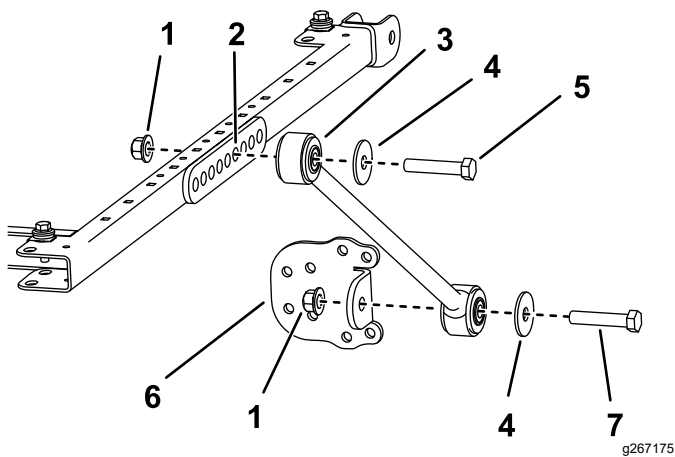

Figura 27
11. Em cada lado da estrutura do toldo, monte sem apertar completamente uma cinta no sexto furo da montagem do suporte usando um parafuso ($\frac{1}{2}$ x $2\frac{3}{4}$ pol.), anilha ($\frac{1}{2}$ pol.) e porca flangeada ($\frac{1}{2}$ pol.), como se mostra na Figura 27.
12. Instale sem apertar completamente um suporte de cinta em cada cinta usando um parafuso (½ pol. x 2½ pol.), anilha (½ pol.) e uma porca flangeada (½ pol.), como se mostra na Figura 27.